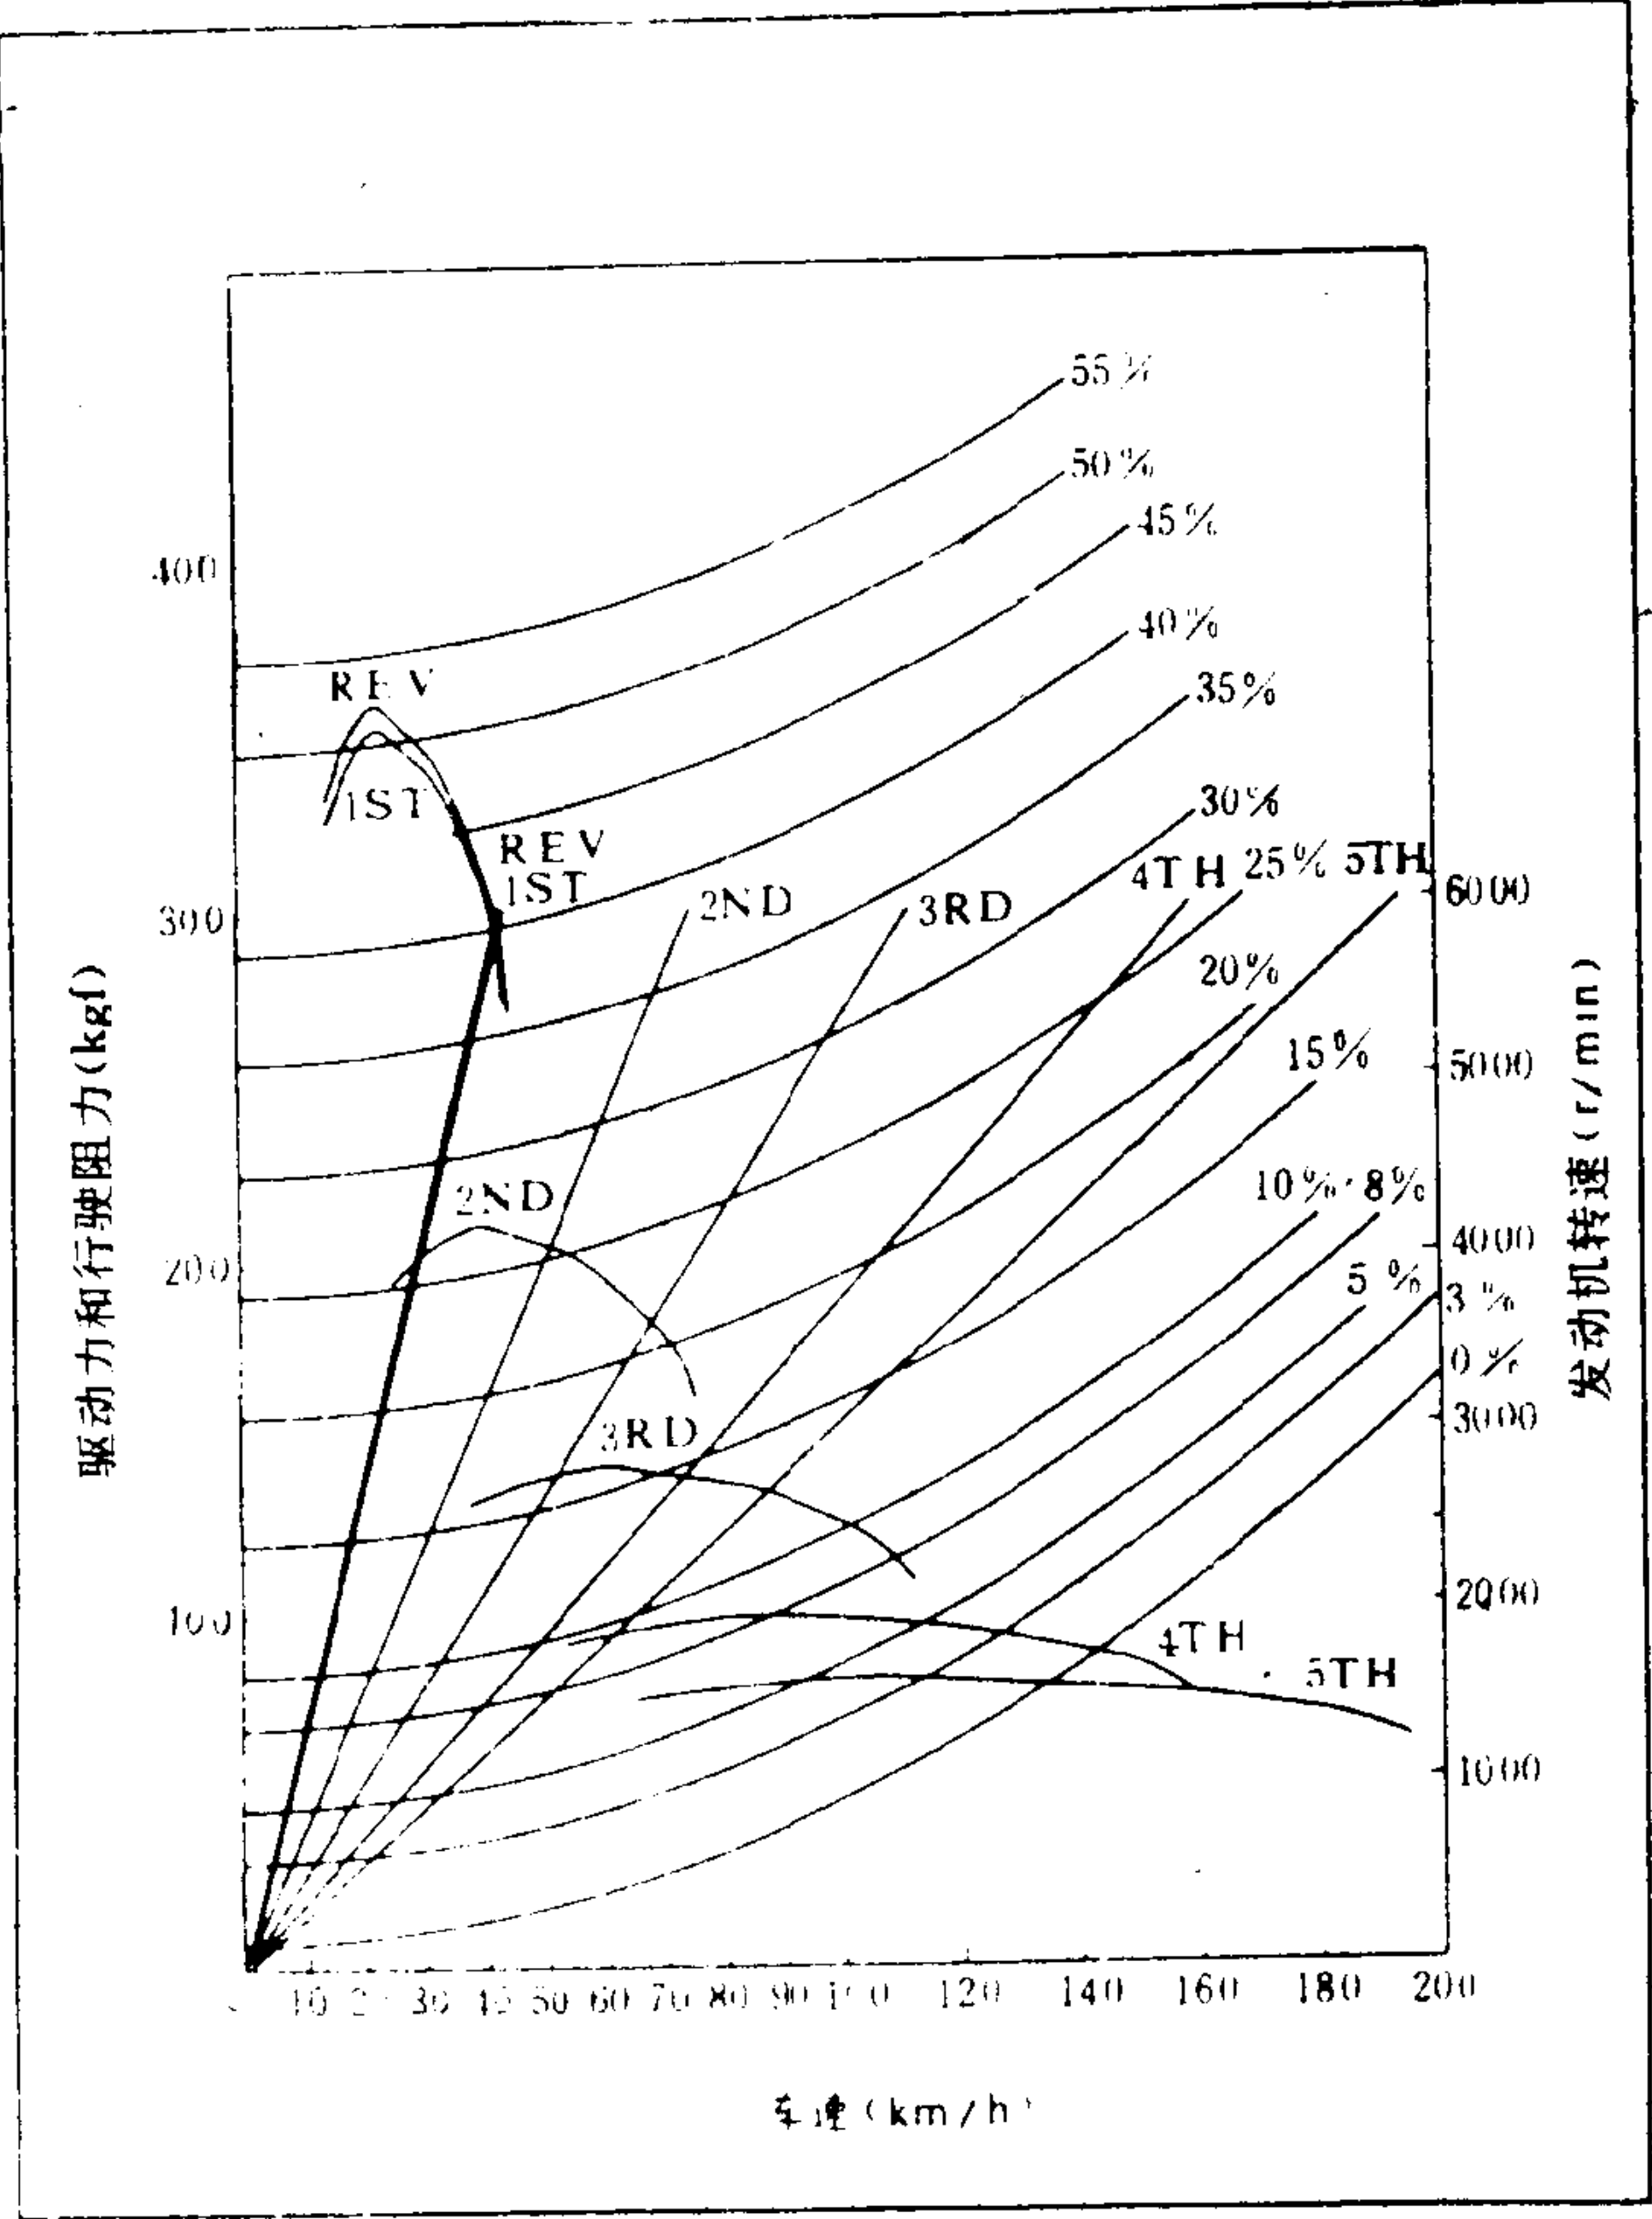

图 1.2—1 TJ7100U 型轿车行驶性能曲线图
1.2 TJ7100U 型轿车行驶性能曲线(见图 1.2—1)